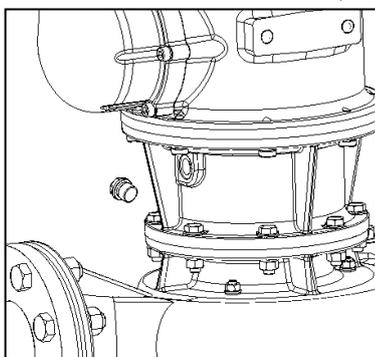

Figure 8
1. Dévisser la vis de fermeture (figure 8).